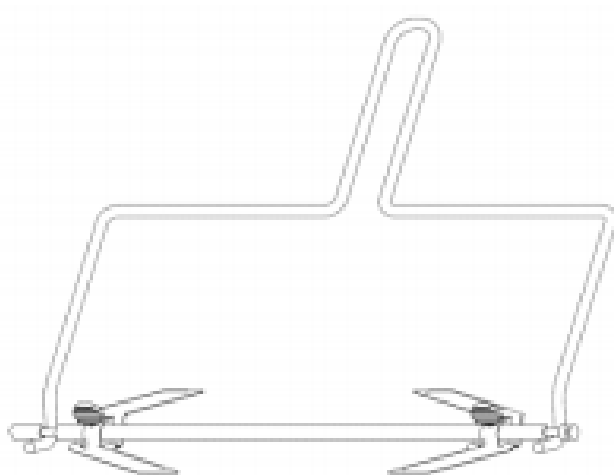

Fig. 7
- Utilice siempre el mango del asador para retirar el espeto del horno cuando esté caliente. Coloque los extremos en forma de gancho del mango del asador debajo del espeto y en las muescas (Figs. 7 y 8) y levántelo para sacarlo.